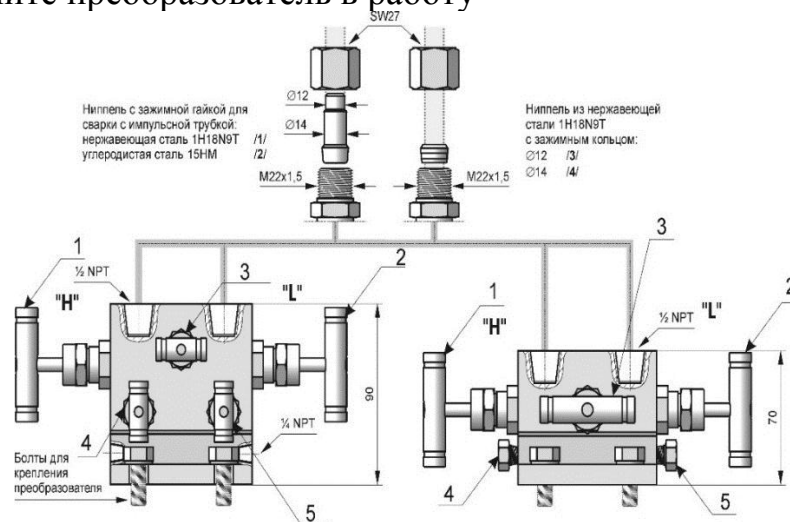

Рисунок 4 – Схема подключения вентиля VM-3 и VM-5
2.2.12.1.1 Включение в работу преобразователей с вентилями VM-3 и/или VM-5 (рисунок 4) производится следующим образом:
2.3.1.4.1 Для электрического присоединения с разъёмом типа PD (рисунок 4):